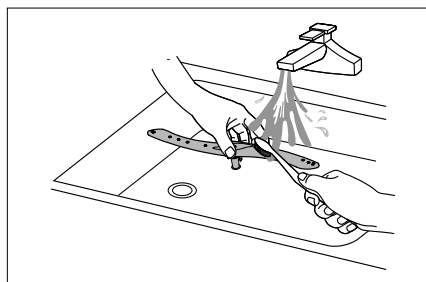

Fig. 23
- ▶ Pulire l'irroratore (1) sotto acqua corrente verificando che le aperture non siano ostruite (vedere la **fig. 23**). In seguito rimontarlo.